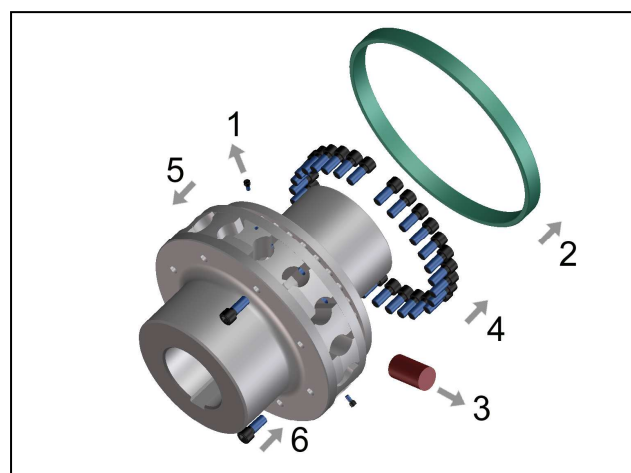

Bild 10
- Lösen Sie die Halteschrauben (Bild 10, Pos. 1) am äußeren Umfang des Halterings und schieben Sie ihn zurück (Bild 10, Pos. 2).
- Nehmen Sie die elastischen Puffer heraus (Bild 10, Pos. 3).
- Entfernen Sie vollständig die Zylinderkopfschrauben an der Flanschnabe (Bild 10, Pos. 4). Damit wird der Klauenring von der Flanschnabe gelöst.
- Ziehen Sie den gelösten Klauenring (Bild 10, Pos. 5) mit Zylinderkopfschrauben (Bild 10, Pos. 6) axial aus seiner Zentrierung. Es muss ein Spalt zwischen Klauenring und Flanschnabe entstehen, sodass diese sich nicht mehr berühren.